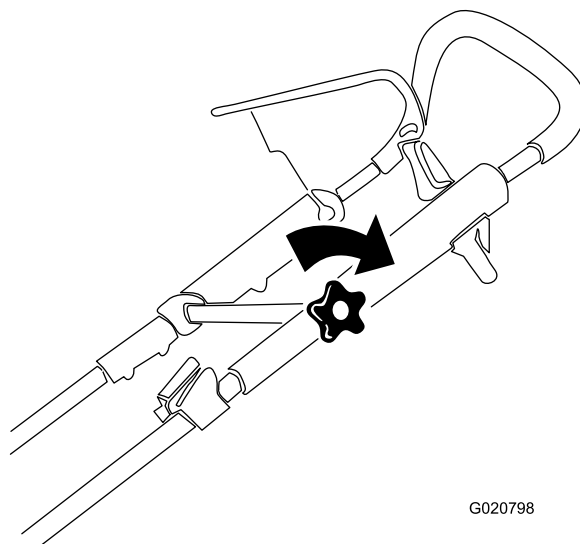

Figure 4
3. Placez la partie supérieure du guidon à la position voulue et serrez solidement le bouton du guidon (Figure 4).